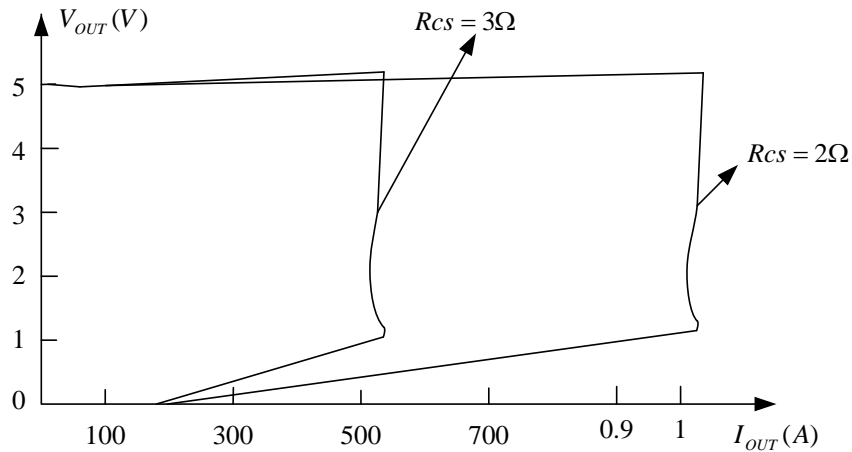

图 8 输出功率可通过 R_{cs} 来调节
由式 (5) 可以看出在变压器确定的情况下，恒流点和最大输出功率能够通过 CS 脚上的外部电流检测电阻 R_{cs} 外部调节，通过恒流点的改变可以调节输出功率。 R_{cs} 越大，恒流点越小，则输出功率越小，反之亦然，如图 8 所示。